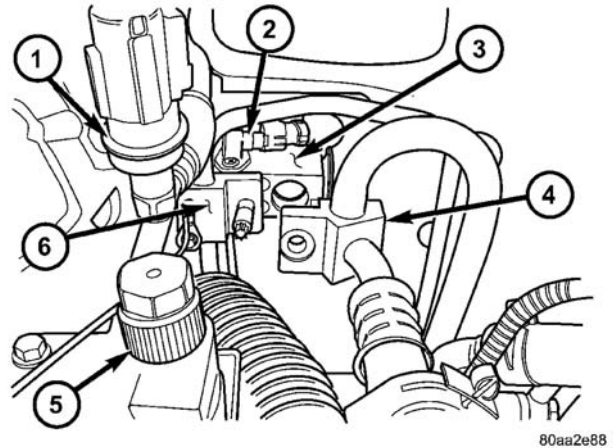

图 14 膨胀阀
- （5）从前液体管路后段的传感器上断开空调压力传感器的前照灯和仪表板线束接头（图14）。